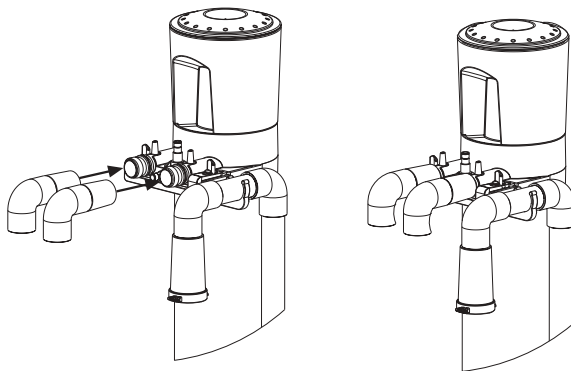

Abb. 11: Befestigung der um 90° drehbaren Wasserauslassrohre an den Wasserauslässen
4. Schieben Sie die um 90° drehbaren Wasserauslassrohre über die Wasserauslassöffnungen. Drücken Sie die Rohre vollständig hinein, um einen sicheren Halt zu gewährleisten (Abb. 11).